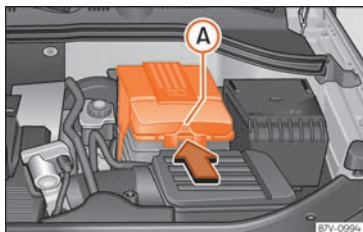

Fig. 298 En el vano motor: retire la tapa de la batería del vehículo.
- En el caso de una tapa: presione la lengüeta » » » **fig. 298 (A)** en el sentido que indica la flecha y retire hacia arriba la cubierta.